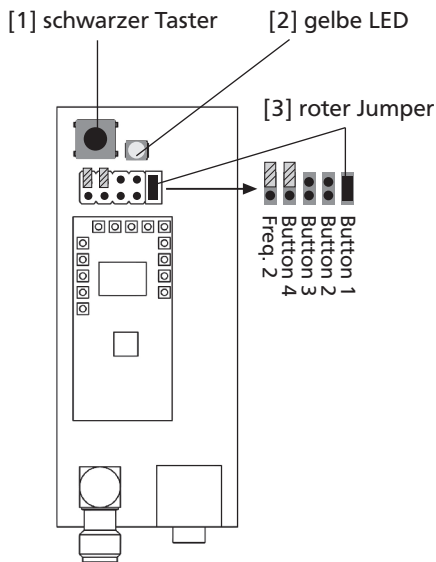

Abb. 1: Taste 1 als Auslösetaste aktiviert, die Jumper auf Button 4 und Freq. 2 sind inaktiv.
*Abbildung 1* zeigt einen Empfänger, dessen Jumper in Position „Button 1“ aktiv ist, die Jumper in Position „Button 4“ und „Freq. 2“ sind inaktiv.